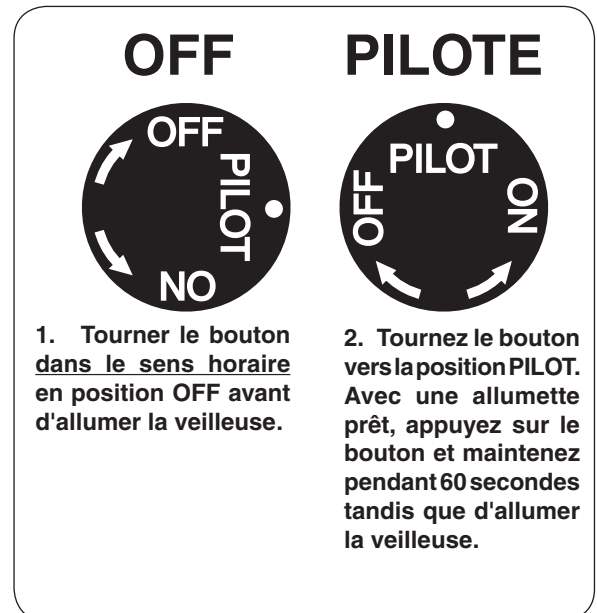

Fig. 24-1 Détail bouton de commande (OFF, PILOTE)
1. Localiser la vanne sur le côté de l'appareil. Appuyer sur le bouton légèrement de contrôle du gaz et tourner dans le sens horaire à **OFF** (Fig. 24-1).
2. Tournez le bouton de réglage dans le sens antihoraire pour **PILOTE** (Fig. 24-1). Appuyez sur le bouton de commande **fermement et pleinement** enfoncée. Mantenga partido largo chimenea o un encendedor cerca del termopar a encender el piloto. Continúe a tenir le bouton de commande pendant environ 60 secondes après que le pilote est allumé, puis relâchez le bouton. Le pilote reste allumé.